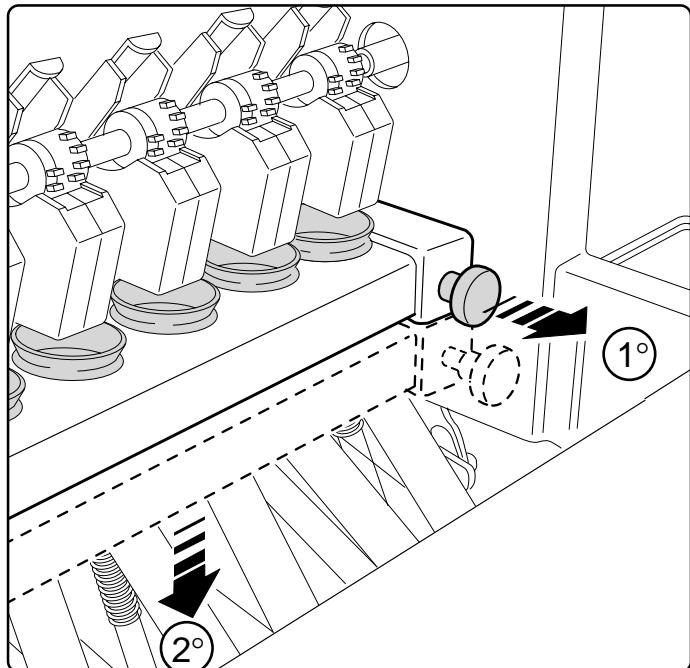

Fig. 33
- sganciare la bussoliera (Fig. 33):
- Release the bush-holder (Fig 33):
- den Buchenträger aushangen (von Abb. 33):
- décrocher le porte-douille (Fig. 33):
- desenganchar el portaforro (Fig. 33):